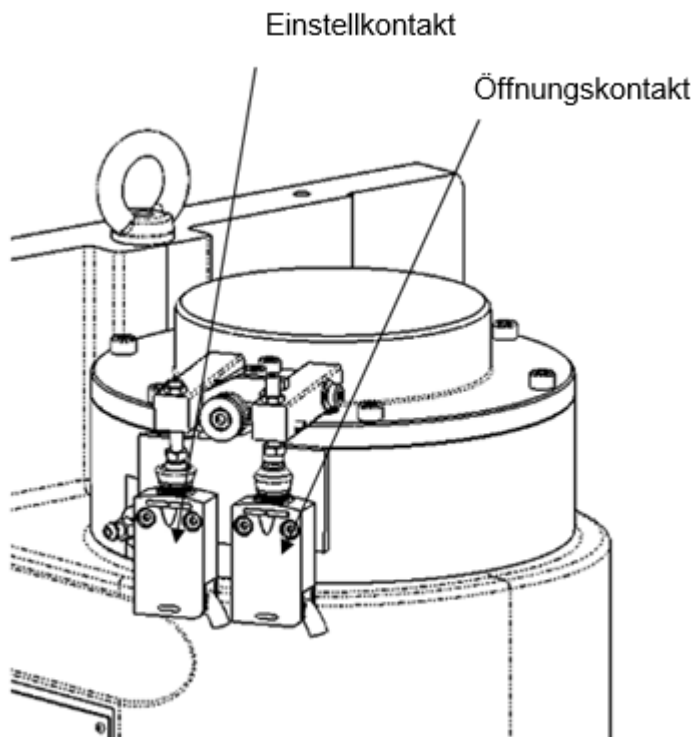
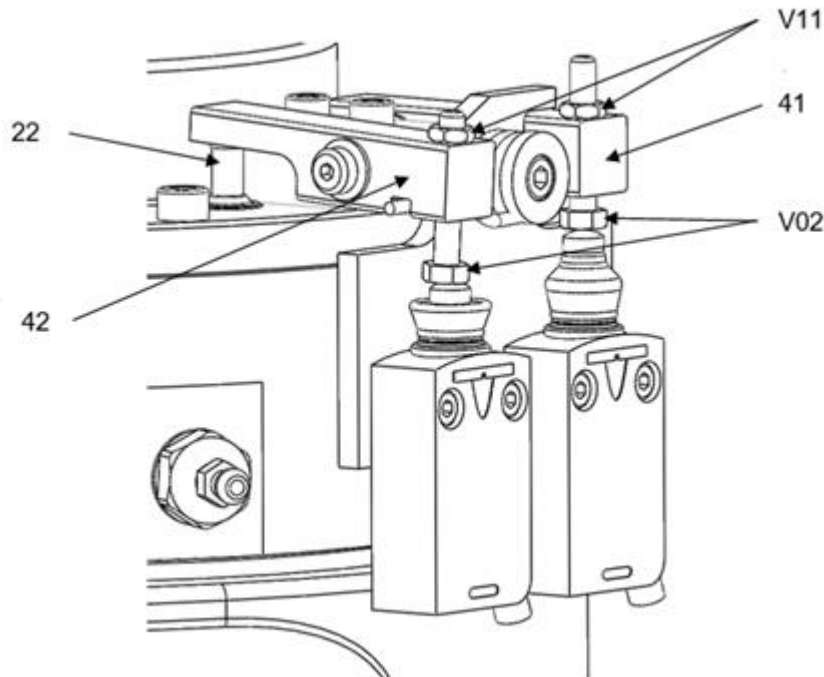

Bild 5.8
Bild 5.9
- Lösen Sie die Mutter **V11** mit dem Gabelschlüssel siehe Bild 5.8 und Bild 5.9.
- Überprüfen Sie bei geöffneter Bremse, dass der Kontaktstift **22** am Hebel **42** anliegt siehe Bild 5.8 und Bild 5.9..